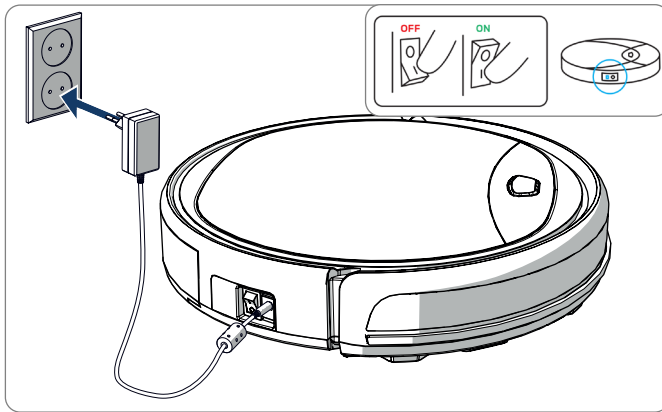

Figure 11 - Direktes Aufladen des Roboters mit dem Netzteil
- Mit dem Netzteil direkt mit dem Roboter verbunden. Verbinden Sie dazu das Netzteil mit dem Roboter und stecken Sie das andere Ende in eine Steckdose. Siehe Abbildung 11.